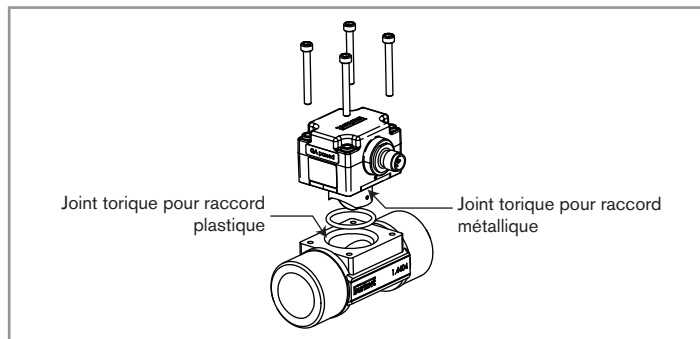

Fig. 26 : Vue éclatée du 8012
- Insérer le nouveau joint torique (voir Fig. 26).